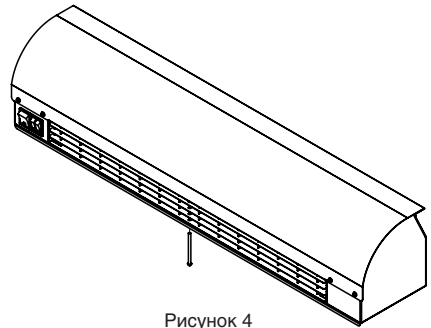

Рисунок 4
- Выкрутить крепежные винты M4x60, которые крепят крышку к корпусу (см. рисунок 4).